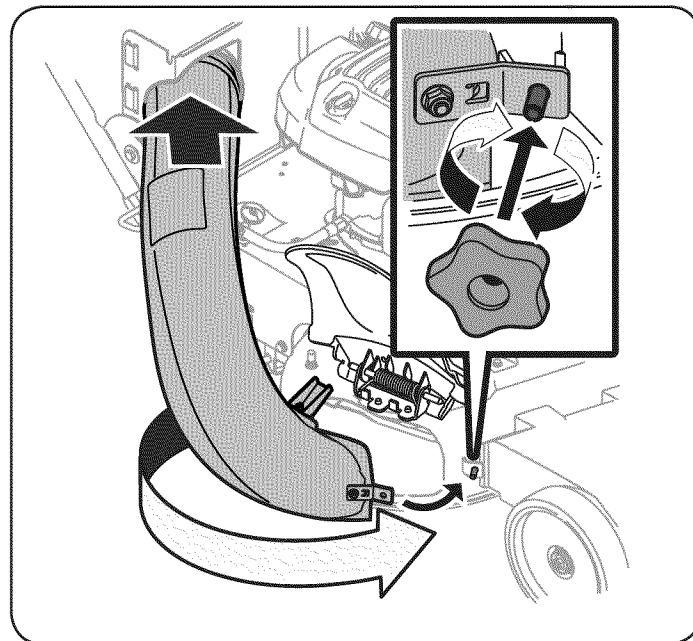

Figura 10
5. Sujete la tolva a la plataforma de corte con la perilla de aleta que se incluyó en la bolsa del manual del operador de la cortadora de césped. Enrosque la perilla de aleta en el pasador roscado de la plataforma. Ajuste manualmente para asegurar la tolva de descarga. Consulte el recuadro de la Figura 10.